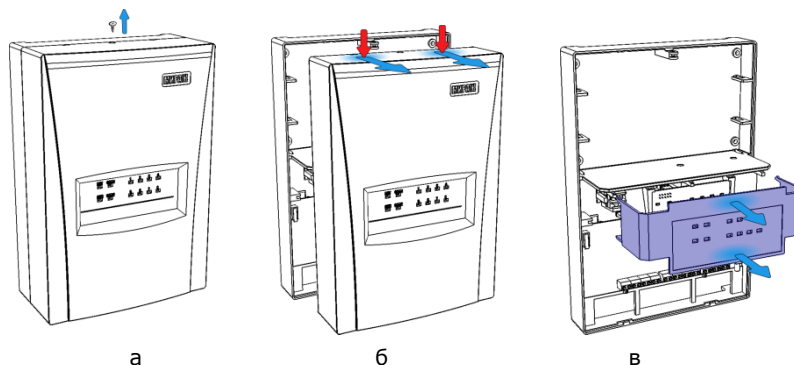

Рис. 5.3. Демонтаж корпуса контроллера
2. Снимите крышку контроллера. Для этого сначала выкрутите винт (рис. 5.3 а), затем нажмите на защелки и отсоедините от основания крышку контроллера (рис. 5.3 б), а затем отсоедините крышку панели индикации (рис. 5.3 в).